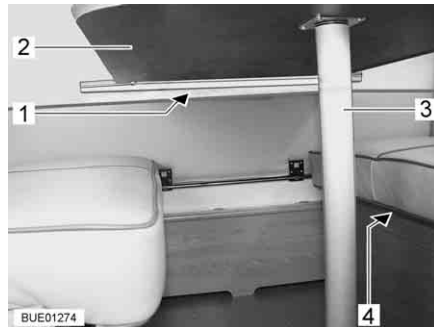
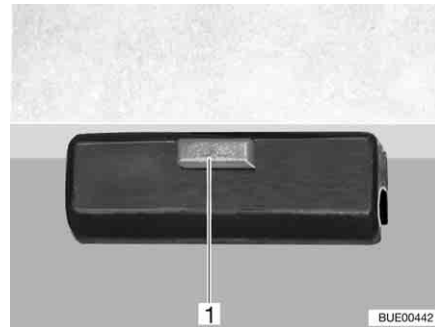

Bild 78 Hängbord med utbytbart bordsben
Bild 79 Lås
- Lyft upp bordsskivan (Bild 78,2) något framtill.
- Skruva loss bordsbenet (Bild 78,3) och lägg det åt sidan.
- Tryck på låsknappen (Bild 79,1) på låset (Bild 78,1).
- Lägg bordsskivan i hållarna (Bild 78,4) på sittbänkarna.